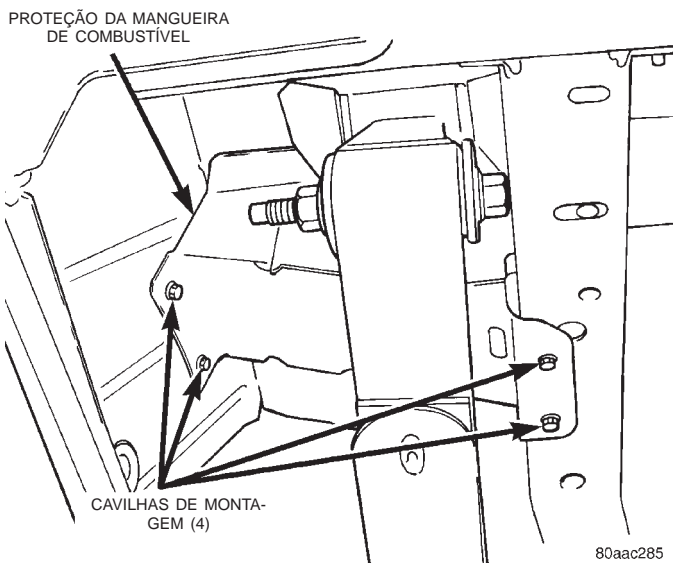

Fig. 34 Proteção da Mangueira de Combustível
- (1) Desconecte o cabo negativo da bateria.
- (2) Libere a pressão do sistema de combustível. Consulte "Procedimento de Liberação da Pressão do Sistema de Combustível", neste grupo.
- (3) Levante o veículo e mantenha-o suspenso.
- (4) Se equipado: Retire a placa de apoio do reservatório de combustível. Consulte o Grupo 23, "Carroceria", para obter informações sobre os procedimentos.
- (5) Retire as 4 cavilhas de montagem da proteção da mangueira de combustível e remova a proteção da mangueira de combustível (Fig. 34) da carroceria.